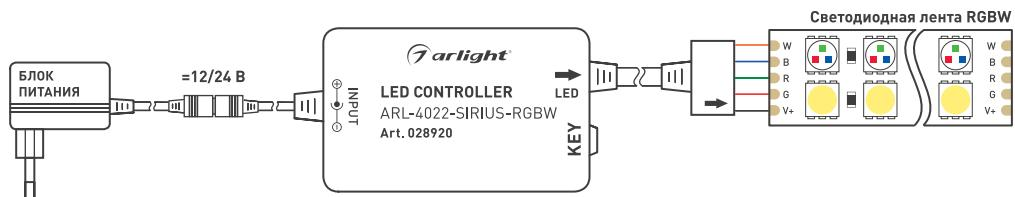

Рисунок 1. Подключение светодиодной ленты RGBW
- 3.3. Согласно схеме [Рисунок 1], подключите светодиодную ленту или другой совместимый светодиодный источник света к выходу LED-контроллера. Соблюдайте полярность и порядок подключения проводов к клеммам.